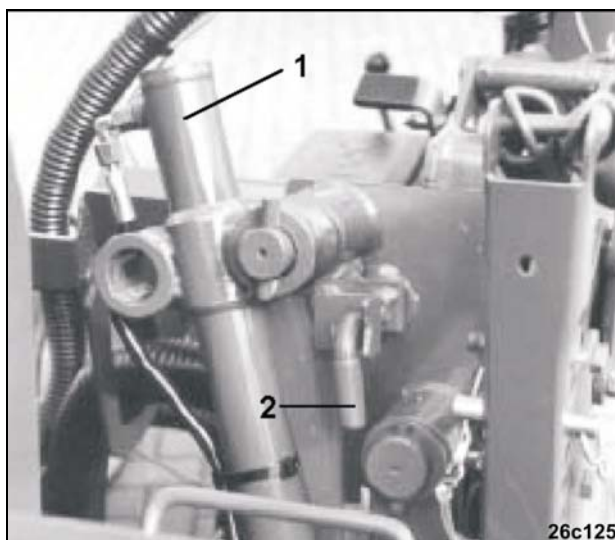

Fig. 130
- De buitenste zaaiaggregaten met behulp van de hydrauliekcilinder (Fig. 130/1) in transportstand opklappen en met de borgpen (Fig. 130/2) in deze stand vergrendelen.